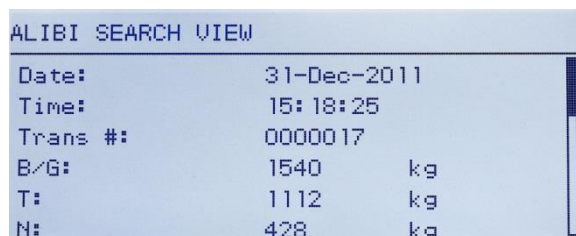

Abbildung 0-2: Ansicht der Alibi-Suchergebnisse
- 5 Der Bildschirm „Alibi-Speicher-Suchansicht“ wird mit den chronologisch geordneten Suchergebnissen angezeigt. Der aktuellste Datensatz erscheint zuerst. Jeder weitere Datensatz kann durch Drücken der Navigationstaste AB angezeigt werden. Abbildung 0-2 enthält eine Reihe von Bildschirmen, die den Inhalt von weiteren Datensätzen darstellen, die in der Ansicht verfügbar sind.